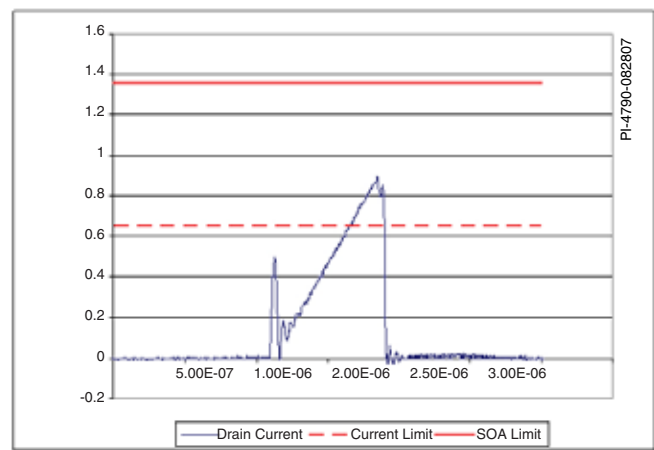

图3. 峰值电流超过电流限流点，但仍在数据手册注明的限值内
- 图3显示了在265 VAC输入和满载条件下测得的漏极电流。测得的峰值漏极电流为900 mA。数据手册中规定的TNY280PN的绝对最大电流为1.36 A，从而留有充足的安全裕量。